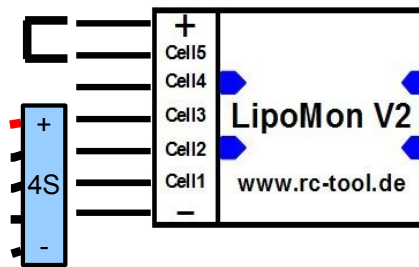

Abbildung 5: LED1-Mode Programmierung
1. Stecken Sie einen Kurzschlussstecker (Jumper) auf die Anschlüsse „Cell5“ und „+“ Ihres LipoMon-V2 (Abbildung 5).
- Schließen Sie an die ersten vier Kontakte („-“, „Cell1“, „Cell2“ und „Cell3“) Ihres LipoMon-V2 den Balanceranschluss eines geladenen Akkus an: Halten Sie dazu die Balancerbuchse Ihres Akkus richtig gepolt (siehe Inbetriebnahme) gegenüber den Anschlüssen des LipoMon-V2. Verschieben Sie den LipoMon-V2 so weit, dass nur den vier Anschlüssen „-“, „Cell1“, „Cell2“ und „Cell3“ vier Buchsen des Balanceranschlusses gegenüberliegen (Abbildung 5). Jetzt die Balancerbuchse mit den vier Kontakten des LipoMon-V2 verbinden.